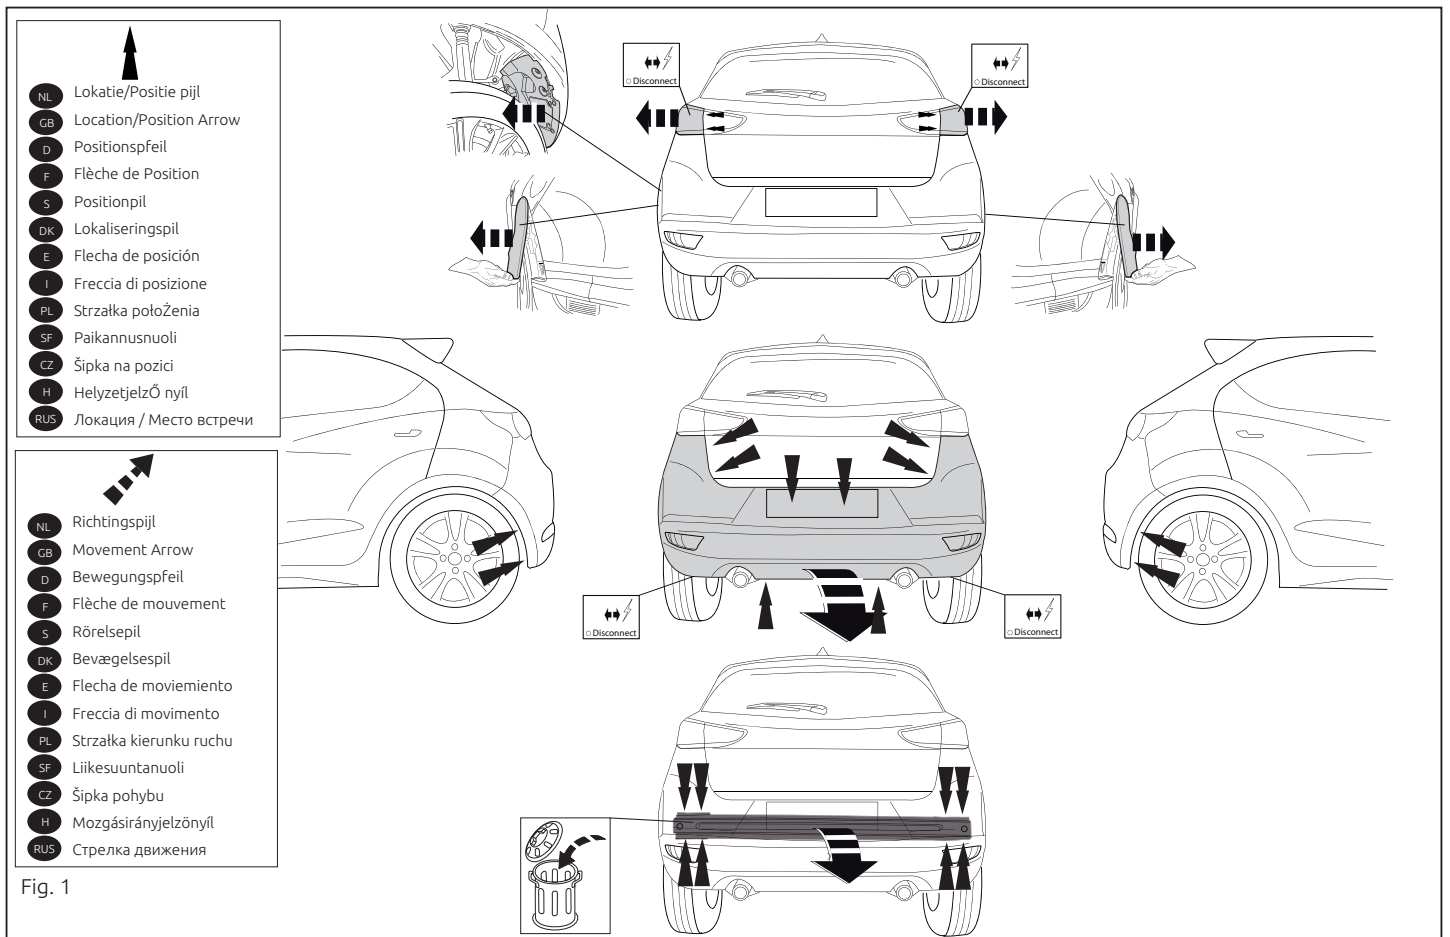

Fig. 1
2. Replace the nuts. See figure 1.
1. Die Rücklichter abmontieren. Die Stoßstange einschließlich des stählerenen Stoßbalkens vom Fahrzeug abmontieren. Der Stoßbalken wird nicht mehr benötigt. Die Muttern wieder anbringen. Siehe Abbildung 1.
écrous de fixations en place. Voir la figure 1.
1. Demonter baglysenhederne. Demonter kofangeren, inklusive køretøjets stålstødbjælke. Stålstødbjælken skal ikke længere anvendes. Sæt møtrikker på plads igen. Se fig. 1.